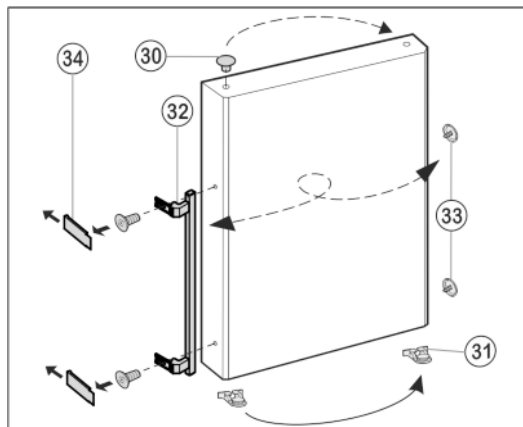

Fig. 12
- ▶ Извлеките пробку Fig. 12 (30) из опорной втулки дверцы и переставьте.
- ▶ Снимите и переставьте на противоположную сторону дверную ручку Fig. 12 (32), пробку Fig. 12 (33) и прижимные пластины* Fig. 12 (34).